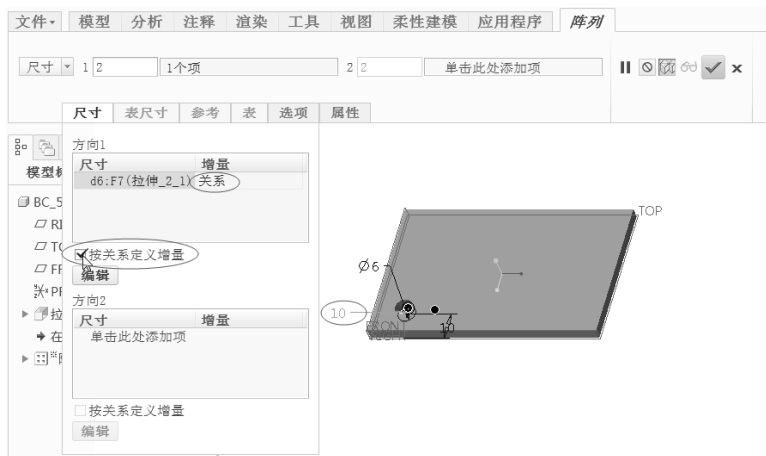

图 5-57 选中“按关系定义增量”复选框
5) 打开“尺寸”面板。在图形窗口中选择水平方向上的数值为“10”的尺寸(该尺寸控制切口中心轴到零件最左边线的距离), 可以接受默认的尺寸增量。在“尺寸”面板中, 单击“方向 1”收集器中的该尺寸的增量单元格, 然后选中“方向 1”收集器下面的“按关系定义增量”复选框, 此时尺寸增量值变为“关系”, 如图 5-57 所示。